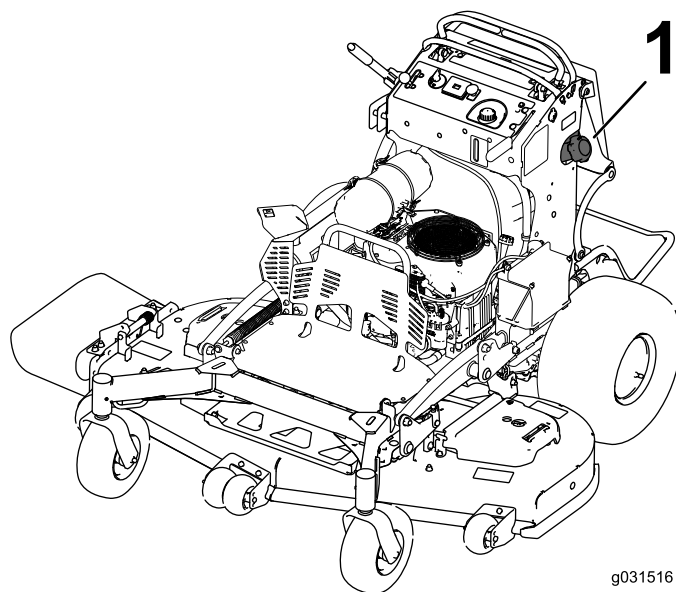

Figure 46
3. Nettoyez la surface autour du bouchon du réservoir de carburant pour éviter que des débris ne tombent à l'intérieur du réservoir (Figure 46).
6. À l'aide du siphon, vidangez le carburant dans un bidon propre (Figure 46).